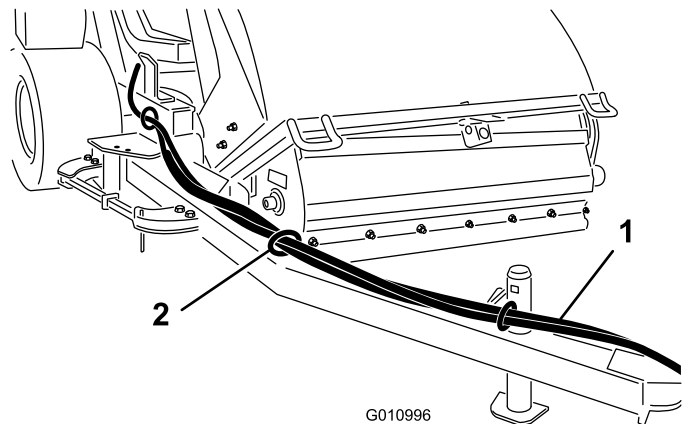

Bild 10
- Verlegen Sie die Hydraulikschläuche und den Kabelbaum durch die Schlauchführungen zur Vorderseite der Anhängerkupplung (Bild 10).